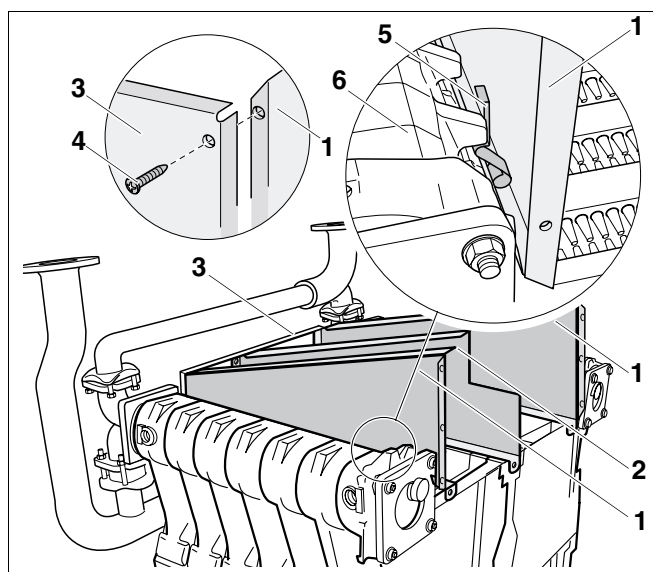

Рис. 37 Установка боковых стенок
- По очереди вставить боковые стенки (рис. 37, поз. 1) в направляющий паз и закрепить винтами с плоской головкой 3,9 x 9,5 (рис. 37, поз. 4) к передней стенке (рис. 37, поз. 3).
- Вставить закладные гайки М6 (в зависимости от размера котла 5 или 7 штук) в соответствующие выемки в боковой (рис. 37, поз. 1) и средней стенке (рис. 37, поз. 2).
- Вставить четыре прижима (рис. 37, поз. 5, два справа, два слева) между боковыми стенками (рис. 37, поз. 1) и котловым блоком (рис. 37, поз. 6).
При неправильной установке прижимов дымовые газы из коллектора могут проникать в помещение (см. рис. 37, поз. 5, стр. 36).